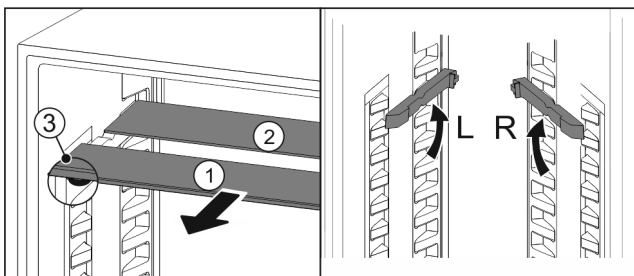

Fig. 120
- ▶ Dra ut Fig. 120 (1) glashyllorna framåt en i taget.
- ▷ Glashyllan Fig. 120 (1) med dekorlisten ligger längst fram.
- ▷ Stoppklackarna Fig. 120 (3) är vända nedåt.